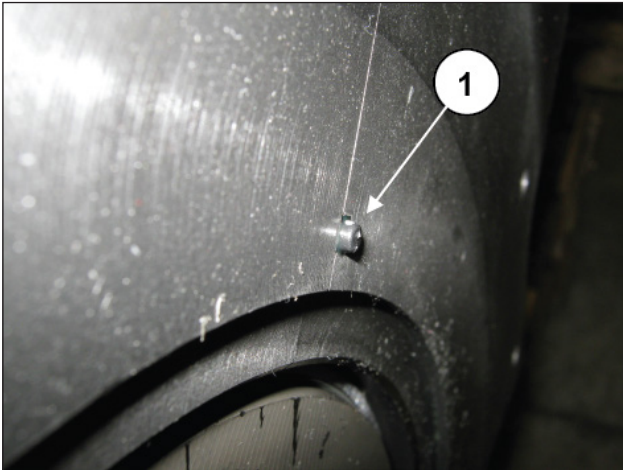

Fig. 115
Pré-monte as coberturas do rolamento PTO direito e esquerdo: Insira o anel de estanqueidade radial no interior da cobertura do rolamento PTO (pos. ①, Fig. 115).